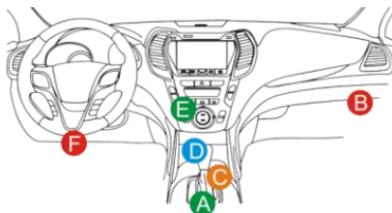

Figura 2-2
2. Localize o soquete DLC do veículo: Fornece 16 pinos padrão e geralmente está localizado no lado do motorista, a cerca de 30 centímetros do centro do painel. Veja a Figura 2-2. Se o DLC não estiver equipado sob o painel, uma etiqueta indicando sua posição será fornecida. Caso nenhum DLC seja encontrado, consulte o Manual de Reparo de Automóveis.